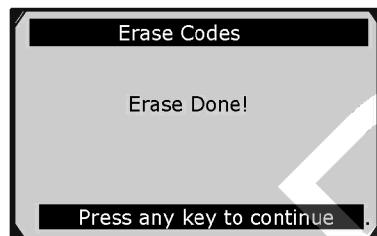

Рисунок 5-7
- После успешного удаления кодов на дисплее отобразится подтверждающее сообщение **Erase Done! [Удаление выполнено!]**. См. рисунок 5-7.